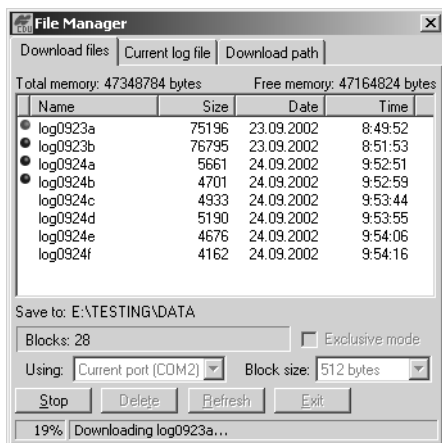

Figura 4-6. Descargar Archivos – Indicadores de Estado
8. Haga clic en el botón **Download (Descargar)**. Durante la descarga, observará indicadores de estado junto a cada archivo (Figura 4-6 en la página 4-14).